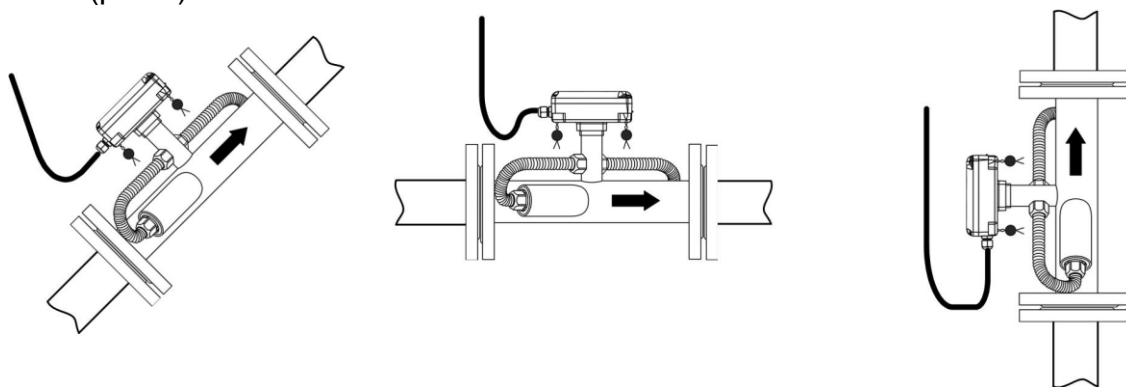

Рис.6. Подключение кабелей с образованием U-образной петли в вертикальной плоскости.
- для исключения возможности попадания капающей воды или конденсата внутрь ВП через кабельные вводы необходимо подключить кабели с образованием ниспадающей U-образной петли в вертикальной плоскости (рис.6).